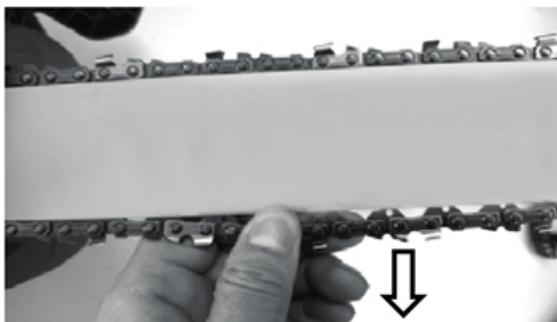

Рисунок 7. Схема перевірки натягу ланцюга.
2. Взяти рукою нижню частину ланцюга та потягнути її униз – напрямні ланок ланцюга не мають вийти за межі напрямної шини (рис. 7). Зазор між напрямними ланками ланцюга та шиною – має бути в межах 1-3 мм.